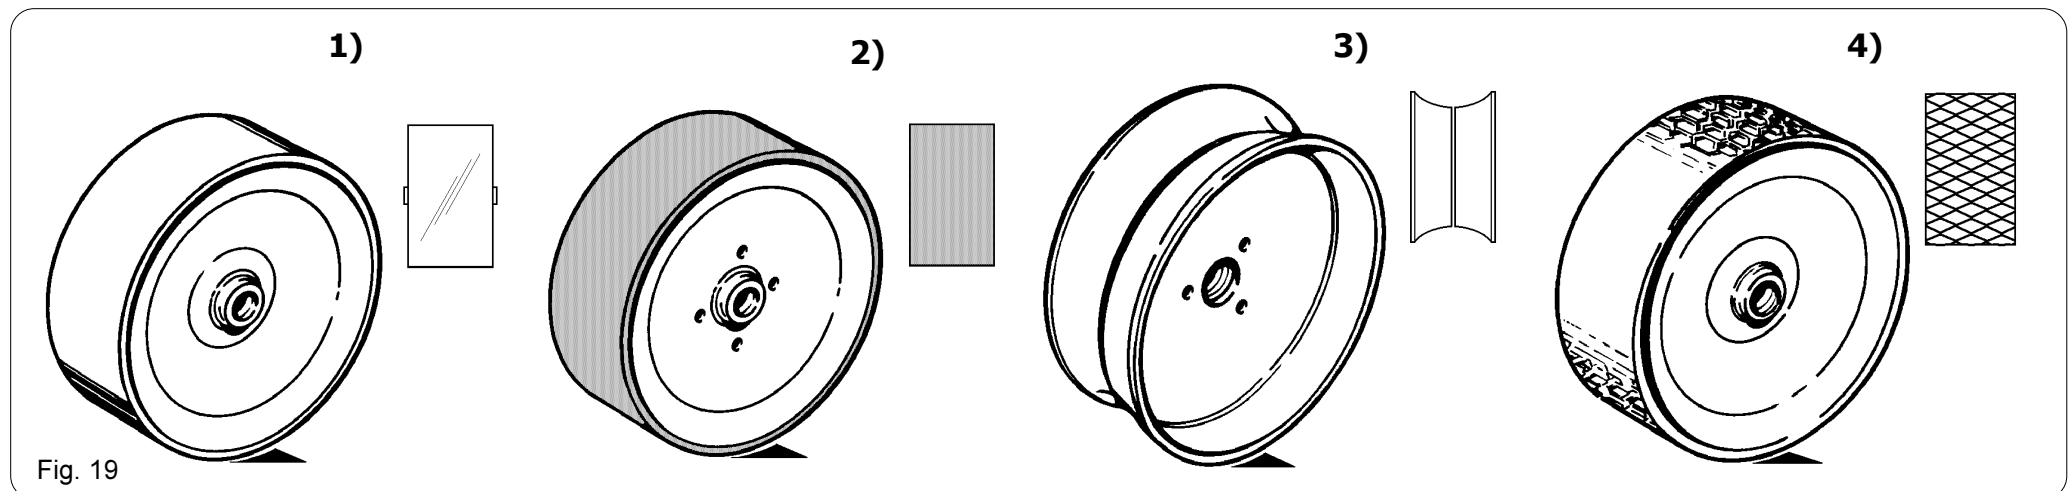

Fig. 19
Gli abbinamenti delle ruote anteriore(1) e posteriore (1,2,3,4) Fig.19 del bilanciare sono funzione del tipo di semina e del terreno:
The coupling of front (1) and rear (1,2,3,4) press wheel Fig. 19 of the equalizer depends on the seeding and soil type:
Die verschiedene Ausführungen von vorderem (1) und hinterem (1,2,3,4) Abb. 19 Tandemdruckräder werden, je nach Saat - und Bodenart, eingesetzt:
Les rouleaux postérieures (1,2,3,4) et antérieures (1) Fig. 19 peuvent tre couplés suivant le besoins (condition du sol et type de semis) :
Los acoplamientos de las ruedas delantera (1) y trasera (1,2,3,4) Fig. 19 son en funcion del tipo de semillas y de las condiciones del terreno: